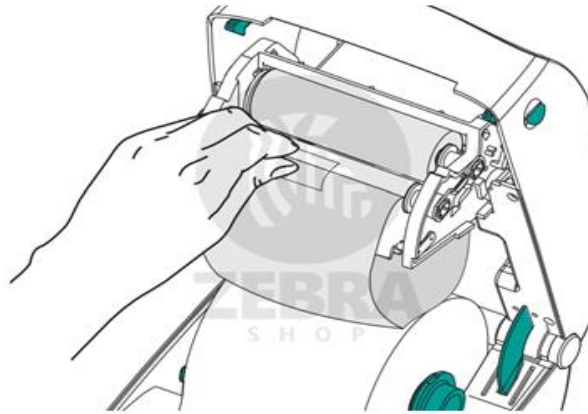

Figura 3 –conectando o ribbon no tubete de recolhimento
3. Conectar o ribbon no tubete de recolhimento. Alinhar o ribbon com o tubete e prendê-lo com um pequeno pedaço de fita adesiva ou um pedaço da etiqueta. Remover qualquer folga do mesmo (figura 3);